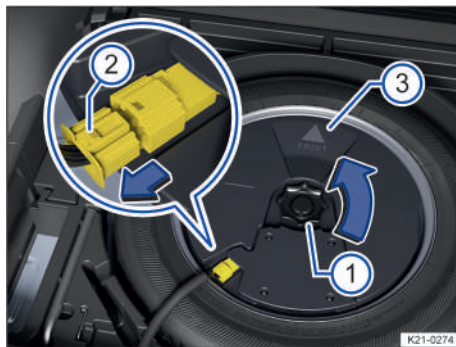

Fig. 263 En el maletero: desmontar el subwoofer (variante 2).
3. Desenrosque la ruedecilla → fig. 263 ① en el sentido de la flecha.
4. Para desbloquear el conector, presione el bloqueo que hay en el extremo del conector → fig. 263 ②.
1. Coloque el subwoofer en la base de la llanta con cuidado. La punta de la flecha "FRONT" → fig. 263 ③ que hay en el subwoofer deberá señalar hacia delante.
2. Acople el conector hasta que el bloqueo → fig. 263 ② encastre de forma audible.
3. Enrosque la ruedecilla → fig. 263 ① en el tornillo prisionero en el sentido contrario al de la flecha hasta que el subwoofer quede bien fijado.